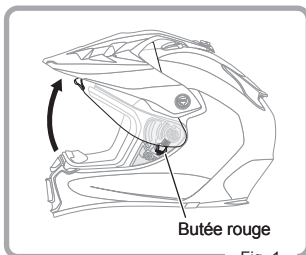

Fig. 1
1. Ouvrez complètement la visière (Fig. 1)